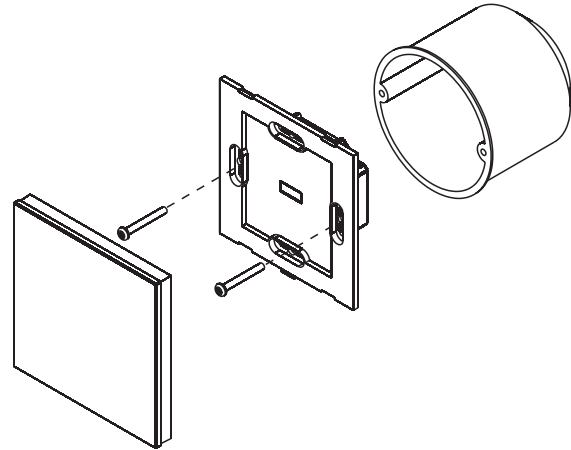

Рис.2. Установка панели
3.4. Зафиксируйте корпус панели в монтажной коробке (Рис.2).